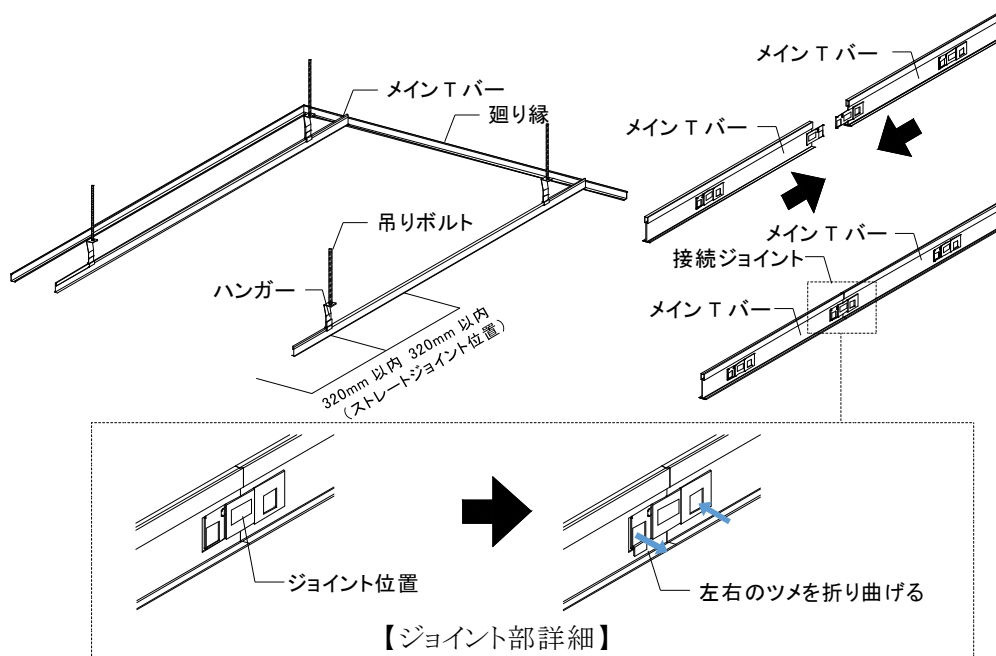

図2-4-2 Tバーの取付け②(メインTバー設置)
- ②メインTバーのストレートジョイントは、ハンガー芯から 320 mm 以内に設置し、ストレートジョイント設置時は以下の点に留意すること。(図 2-4-2 参照)